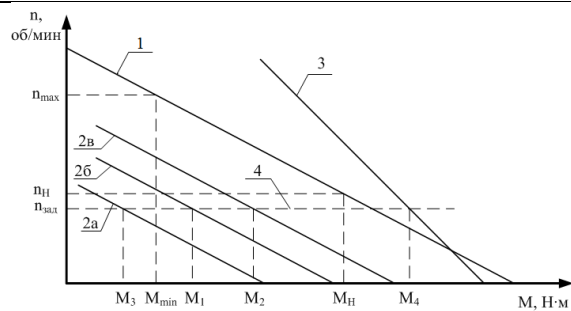

Рис.2 - Естественная и искусственные механические характеристики ДПТ
После выбора двигателя и определения всех его номинальных данных необходимо построить естественную механическую характеристику выбранного двигателя (прямая 1 на рис.2).
Для определения требуемой зоны регулирования необходимо провести прямую, соответствующую заданной скорости вращения вала двигателя (прямая 4 на рис.2), и отметить на ней заданные в условии моменты. Затем необходимо выбрать и обосновать способы регулирования скорости вращения вала двигателя. В первой зоне регулирования, характеристики, при уменьшении напряжения на якоре, сохраняют свою жесткость, т.к. согласно формуле (9) скорость холостого хода n_0 при этом снижается, а приращение скорости Δn остаётся неизменным.
где: U_a, B – напряжение на якоре; c – безразмерный конструктивный коэффициент; $\Phi, \text{ Веб}$ – суммарный магнитный поток машины; $\Sigma R_a, \text{ Ом}$ – суммарное сопротивление цепи якоря; $M_2, \text{ Нм}$ – момент на валу. Следовательно, для построения искусственных характеристик в этом случае достаточно через требуемые точки провести прямые, параллельные естественной (прямые 2а, 2б и 2в на рис. 2). Во второй зоне регулирование осуществляется за счет ослабления магнитного потока, создаваемого обмоткой возбуждения. Т.к. согласно формуле 1.9 и скорость холостого хода n_0 , и приращение скорости Δn при этом увеличиваются, то жесткость искусственных характеристик падает. Характеристики прямолинейны, но не параллельны естественной характеристике. Для построения искусственной характеристики во второй зоне (прямая 3 на рис.2), учитывая, что $P = \text{const}$ по всей характеристике, вначале нужно определить его значение по формуле (10), используя соответствующие координаты.